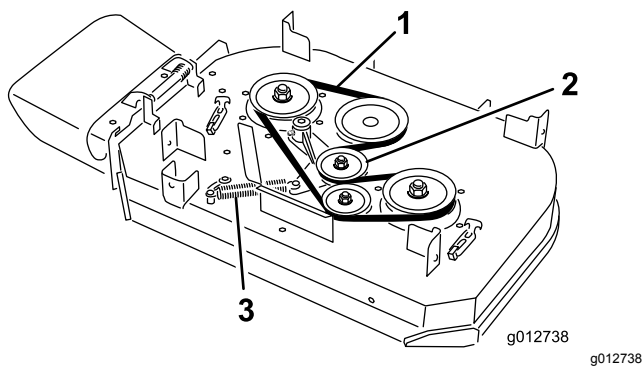

Figure 62
4. Décrochez le ressort du tenon d'ancrage sur le bras de la poulie de tension (Figure 62).
5. Enlevez la courroie usée du tablier de coupe (Figure 62).
6. Montez la courroie neuve sur la poulie d'embrayage, les poulies du tablier de coupe et la poulie de tension (Figure 62).
7. Accrochez le ressort au tenon d'ancrage sur le bras de la poulie de tension (Figure 62).
- B. Enlevez la courroie usée du tablier de coupe (Figure 62).
- C. Placez une courroie neuve sur les poulies du tablier de coupe, la poulie d'embrayage et la poulie de tension (Figure 62).
7. Placez la courroie retirée précédemment ou une courroie neuve sur les poulies du tablier de coupe et la poulie de tension (Figure 62).
8. Accrochez le ressort au tenon d'ancrage sur le bras de la poulie de tension (Figure 62).
5. Enlevez la courroie droite du tablier de coupe (Figure 62).
- A. Décrochez le ressort du tenon d'ancrage sur le bras de la poulie de tension (Figure 62).